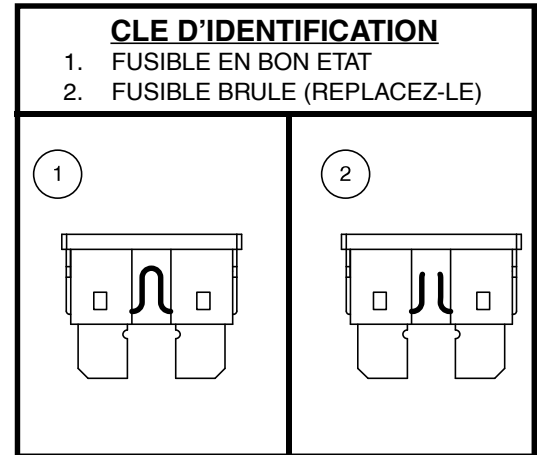

Figure 29. Le remplacement des fusibles
2. Examinez-le pour vérifier s'il est brûlé. Voir la figure 29.